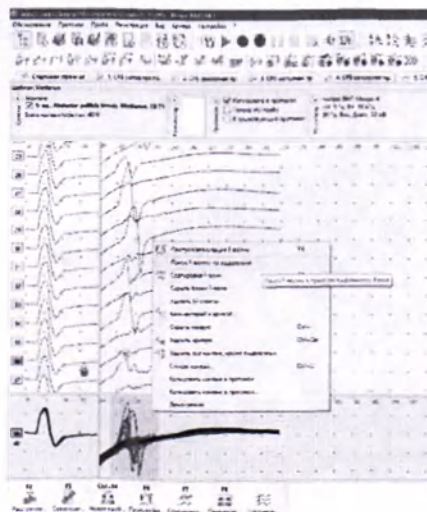

Рис. 140. Поиск F-волны по выбранному диапазону
2. Далее выделите диапазон, в котором необходимо искать F-волну (на основании данных суперпозиции F-волн) (рис. 140).